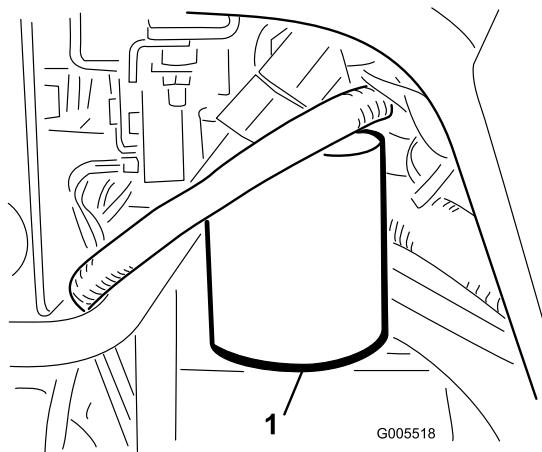

図 60
1. フィルタ容器の周辺をウェスできれいにぬぐう(図 60)。フィルタの下に廃油受けを置いてフィルタを外す。